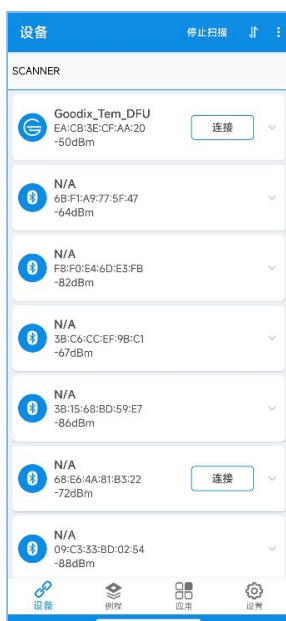

图 4-4 选择“Goodix_Tem_DFU”
- 打开手机端GRToolbox APP，设备列表中选择“Goodix_Tem_DFU”并连接（如图 4-4）。